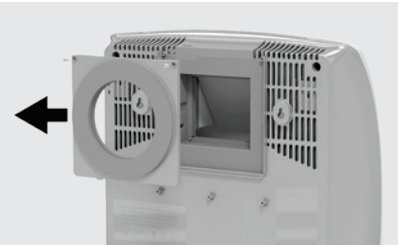

Рисунок 18
- 3. Отвинтите два крепежных болта на задней крышке прибора. Снимите заднюю крышку потянув ее на себя и вверх (рис. 18).